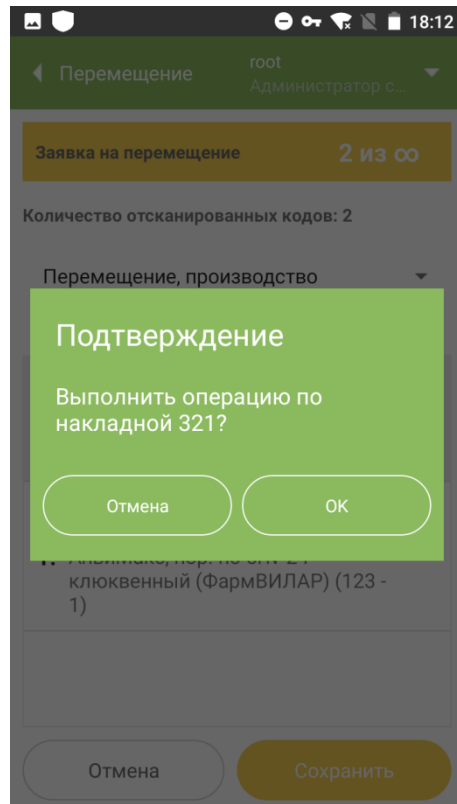

Рисунок 10.5
5. После того, как все перемещаемые коды будут успешно отсканированы, для завершения операции нажать кнопку «Сохранить», затем подтвердить выполнение, нажав на кнопку «ОК» (Рисунок 10.5). Появится сообщение «Выполнено».